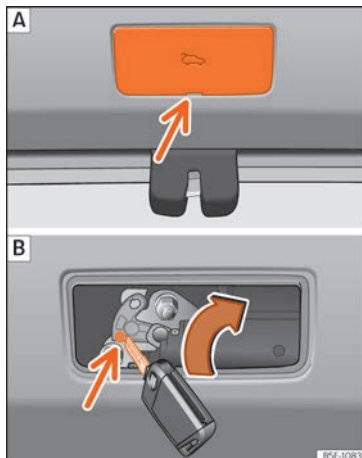

Abb. 10 Ausschnitt Gepäckraum: Zugang zur Notentriegelung
- Einen Schraubendreher in die Nut einsetzen und den Deckel entfernen »» **Abb. 10 A**.
- Führen Sie den Schlüssel in die dazu vorgesehene Öffnung ein und drehen Sie diese in Pfeilrichtung, bis die Sperrklinke »» **Abb. 10 B** ausrastet.